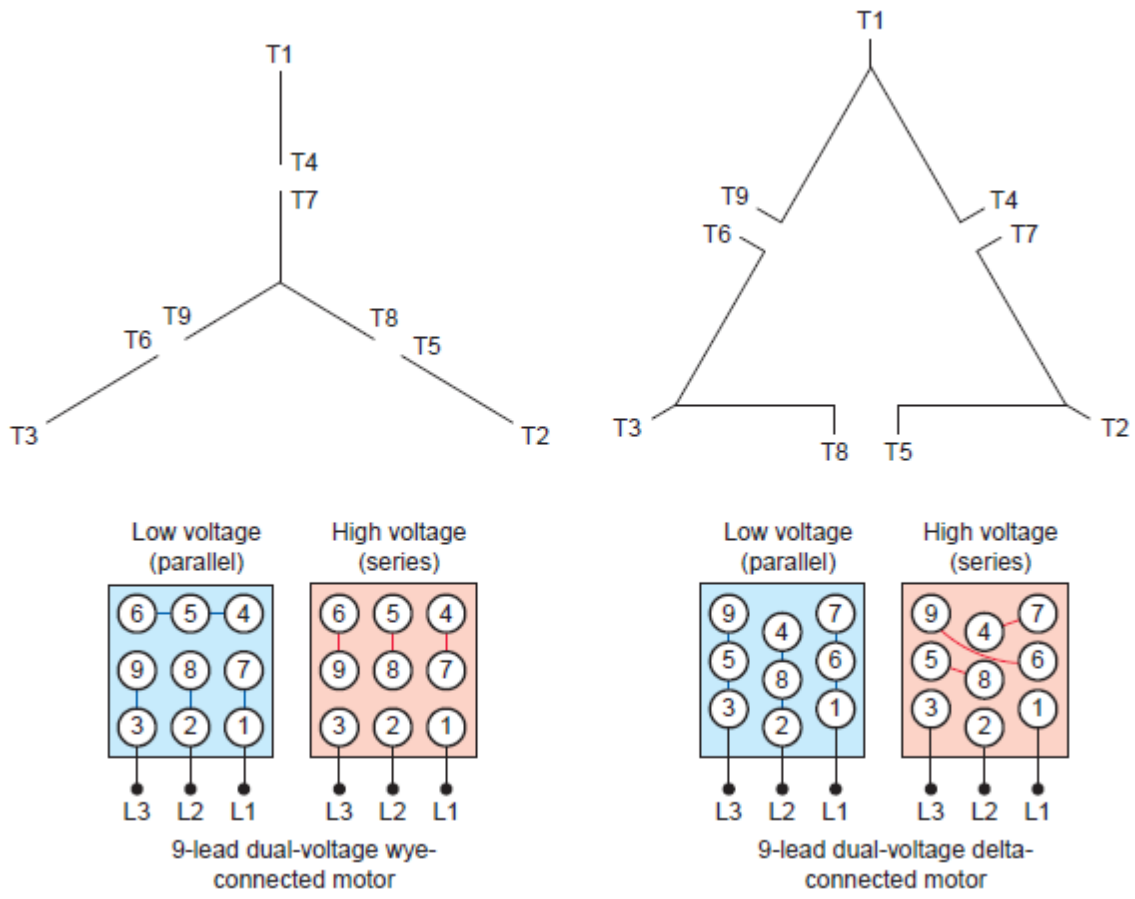

Fig.7. Dual voltage star and delta series and parallel reconnections
Single speed AC induction motor များ၏ connection အစများကို series to parallel or star to delta ပြောင်းလဲဆက်ခြင်းဖြင့် Frequency မပြောင်းလဲသော supply voltage အမျိုးမျိုးဖြင့်လည်နိုင်သည်။ Fig.7 တွင် အစ (၉) စထုတ်ထားသော Voltage နှစ်မျိုးသုံးနိုင်သော star and delta series နှင့် Parallel reconnection circuit များကိုတွေ့နိုင်သည်။ Motor များကို reconnection ပြုလုပ်ရာတွင် speed ပြောင်းခြင်း သည်သံလိုက်ဝန်ရိုး Pole အရေအတွက်ပြောင်းခြင်းဖြစ်ပြီး voltage ပြောင်းလဲသုံးရာတွင် pole အရေအတွက် မပြောင်းစေဘဲ coil ကို series parallel ပြောင်းခြင်းဖြစ်၍စိတ်ရှုပ်ထွေးရန်မလိုပါ။ motor name plate တွင်ဖော်ပြသည့်အတိုင်းဆက်ရန်သာဖြစ်ပါသည်။ Motor rewinding ကိုလေ့လာပါက winding ၏ direction နှင့် pole ဖြစ်ပေါ်ပုံကိုနားလည်လျှင်ရှင်းလင်းသွားမည်ဖြစ်ပါသည်။